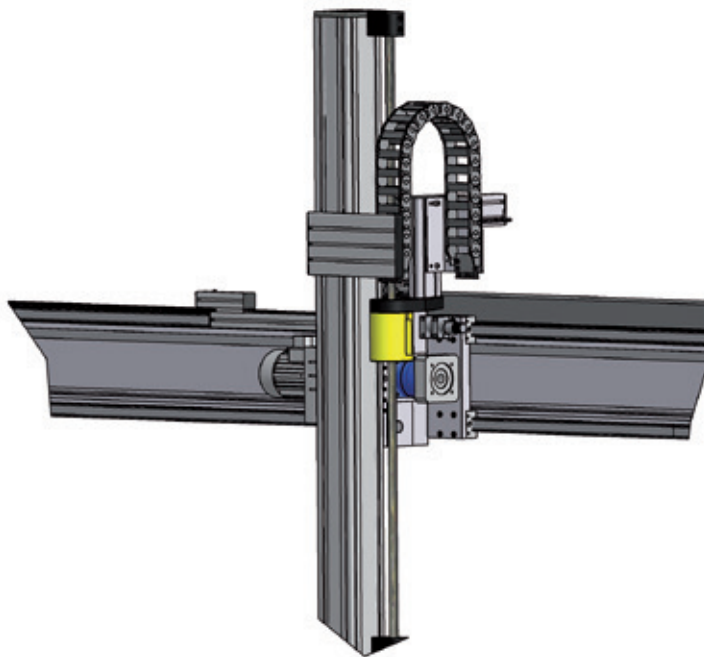

Bild 8.1 _____ Hubachse mit Sicherheitsbremse
- Sicherheitsbremse (Kapitel 6.9) für vertikale Achsen (Bild 8.1)